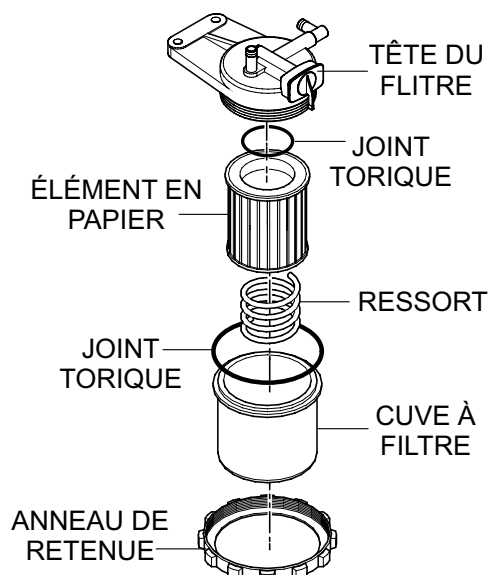

**Figure 62. Démontage du filtre à carburant**
2. Dévisser la cuve du filtre (Figure 62) de la tête du filtre à carburant.
1. Dévisser la cuve du filtre de la tête du filtre à carburant (Figure 62).